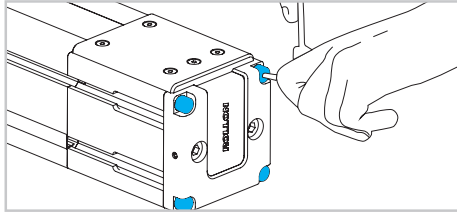

Fig. 10
- 10) Desserrer les 4 vis de la plaque d'extrémité de la tête folle (Fig. 10).